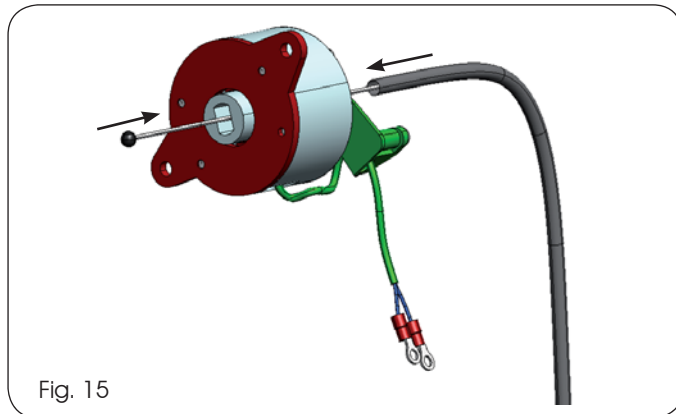

Fig. 15
1. Introduire le fil fourni à l'intérieur du corps de l'électrofrein à fond contre la sphère terminale (Fig. 15);
2. Introduire la gaine du fil fourni à fond contre le corps de l'électrofrein (Fig. 15);